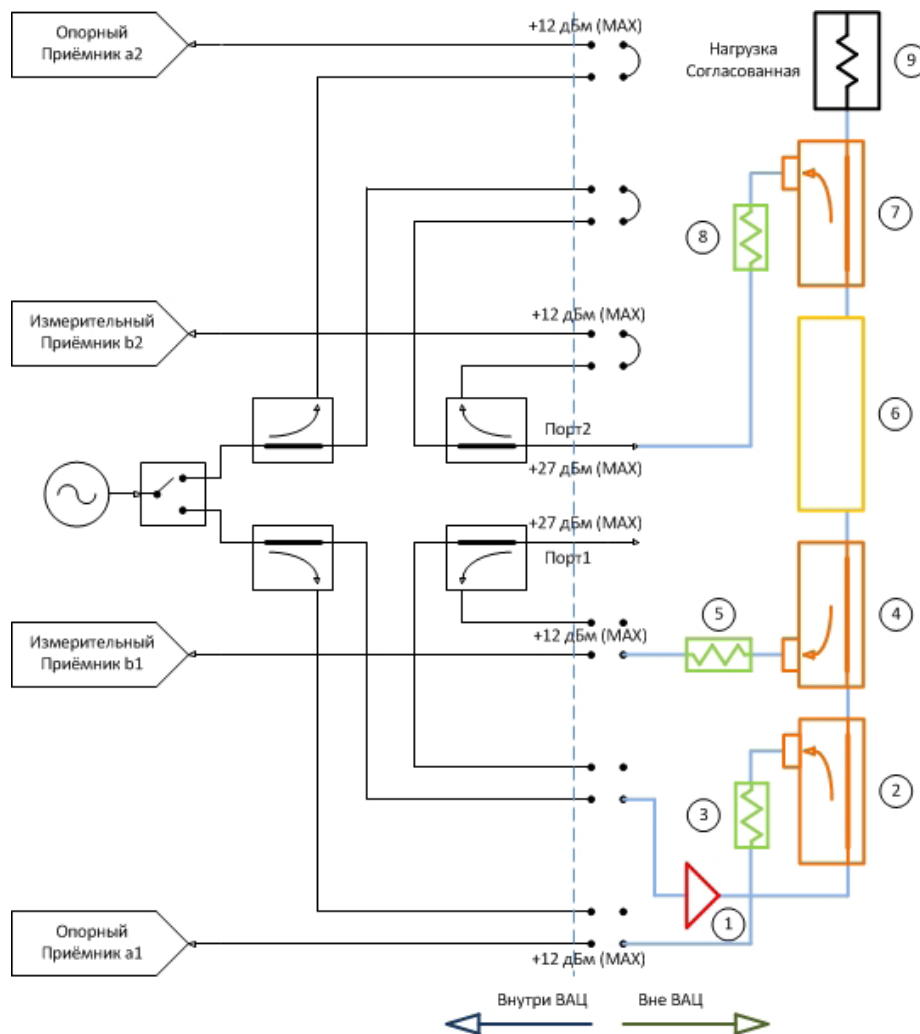

Рис. 7. Схема измерения с опцией «ДПА» для усилителей большой мощности (указаны предельно допустимые уровни входных сигналов для каждого порта):
Для усилителей с высокой выходной мощностью, которая превышает уровень линейного режима работы ВАЦ (10 дБм), необходимо использовать схему, изображенную на рис. 7. Такие усилители в свою очередь требуют высокого уровня входной мощности, поэтому следует использовать усилитель по входу ИУ (1). Чтобы учитывать при измерении нестабильность параметров усилителя (коэффициент передачи, выходная мощность), необходимо направить сигнал после усилителя на вход ИУ, а также на первый опорный приемник. Для этого устанавливаем направленный ответвитель (2). Необходимо учитывать, что уровень сигнала, который попадает на первый опорный приемник, не должен превышать уровень линейного режима работы (-6 дБм). Устанавливаем аттенуатор (3) для компенсации усилителя по входу ИУ. Чтобы измерить коэффициент отражения необходимо направить отраженный сигнал от входного порта ИУ на первый измерительный приемник. Для этого используем направленный ответвитель (4), а для того, чтобы приёмник оставался в линейном режиме работы используем аттенуатор (5). После направленного ответвителя (4) подключаем исследуемое устройство (6). Важно знать выходной уровень ИУ, для того чтобы правильно подобрать направленный ответвитель (7), аттенуатор по входу второго измерительного приёмника (8) и согласованную нагрузку (9).